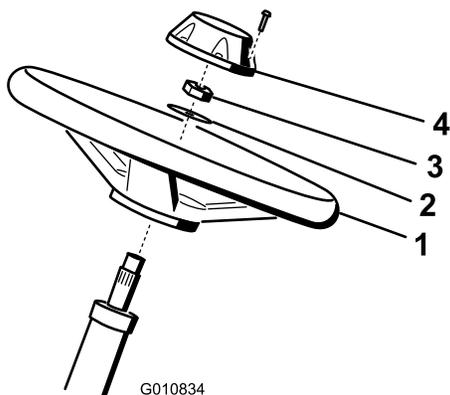

Figura 5
- Faça deslizar o volante para a coluna de direcção (Figura 5).
- Faça deslizar a anilha para a coluna de direcção (Figura 5).
- Fixe o volante na coluna com uma porca de bloqueio e aperte-a com 27 a 35 Nm (Figura 5).
- Instale a tampa no volante e fixe-a com um parafuso (Figura 5).